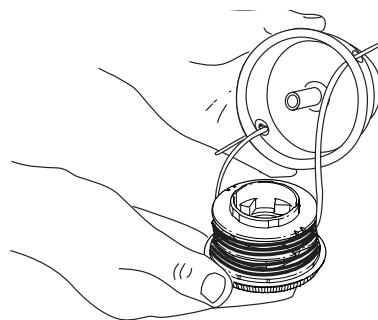

Fig. 21
3. Inserte los extremos de la línea de corte del nuevo carrete interior dentro de los ojalillos de la bobina exterior (Fig. 21). Coloque el nuevo carrete interior con la flecha hacia arriba dentro de la bobina exterior.
3. Saque el carrete interior con la línea existente de la bobina exterior (Fig. 21).